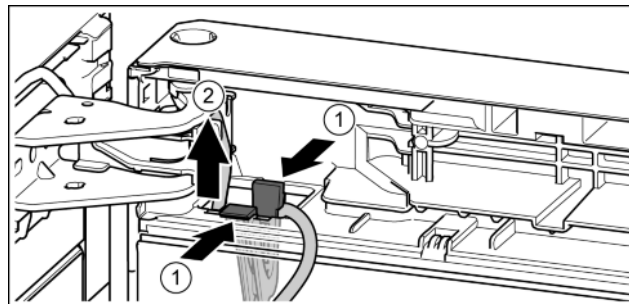

Fig. 20
- ▶ Zatlačte na lamelu. Fig. 20 (1)
- ▶ Vytáhněte držák kabelu s kabelem, který je na něm upevněný. Fig. 20 (2)